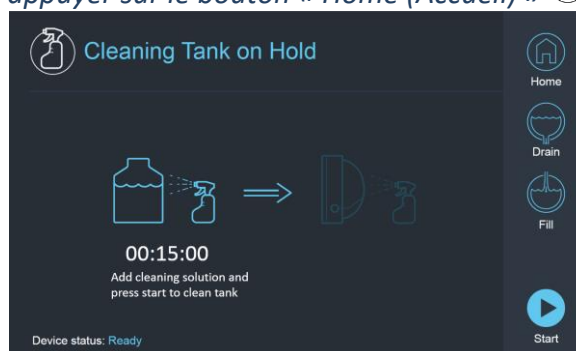

Fig. 1B : Menu « Clean (Nettoyage) » du système de distribution d'eau — en pause
- Le système passe en mode de nettoyage (Figure 1B).